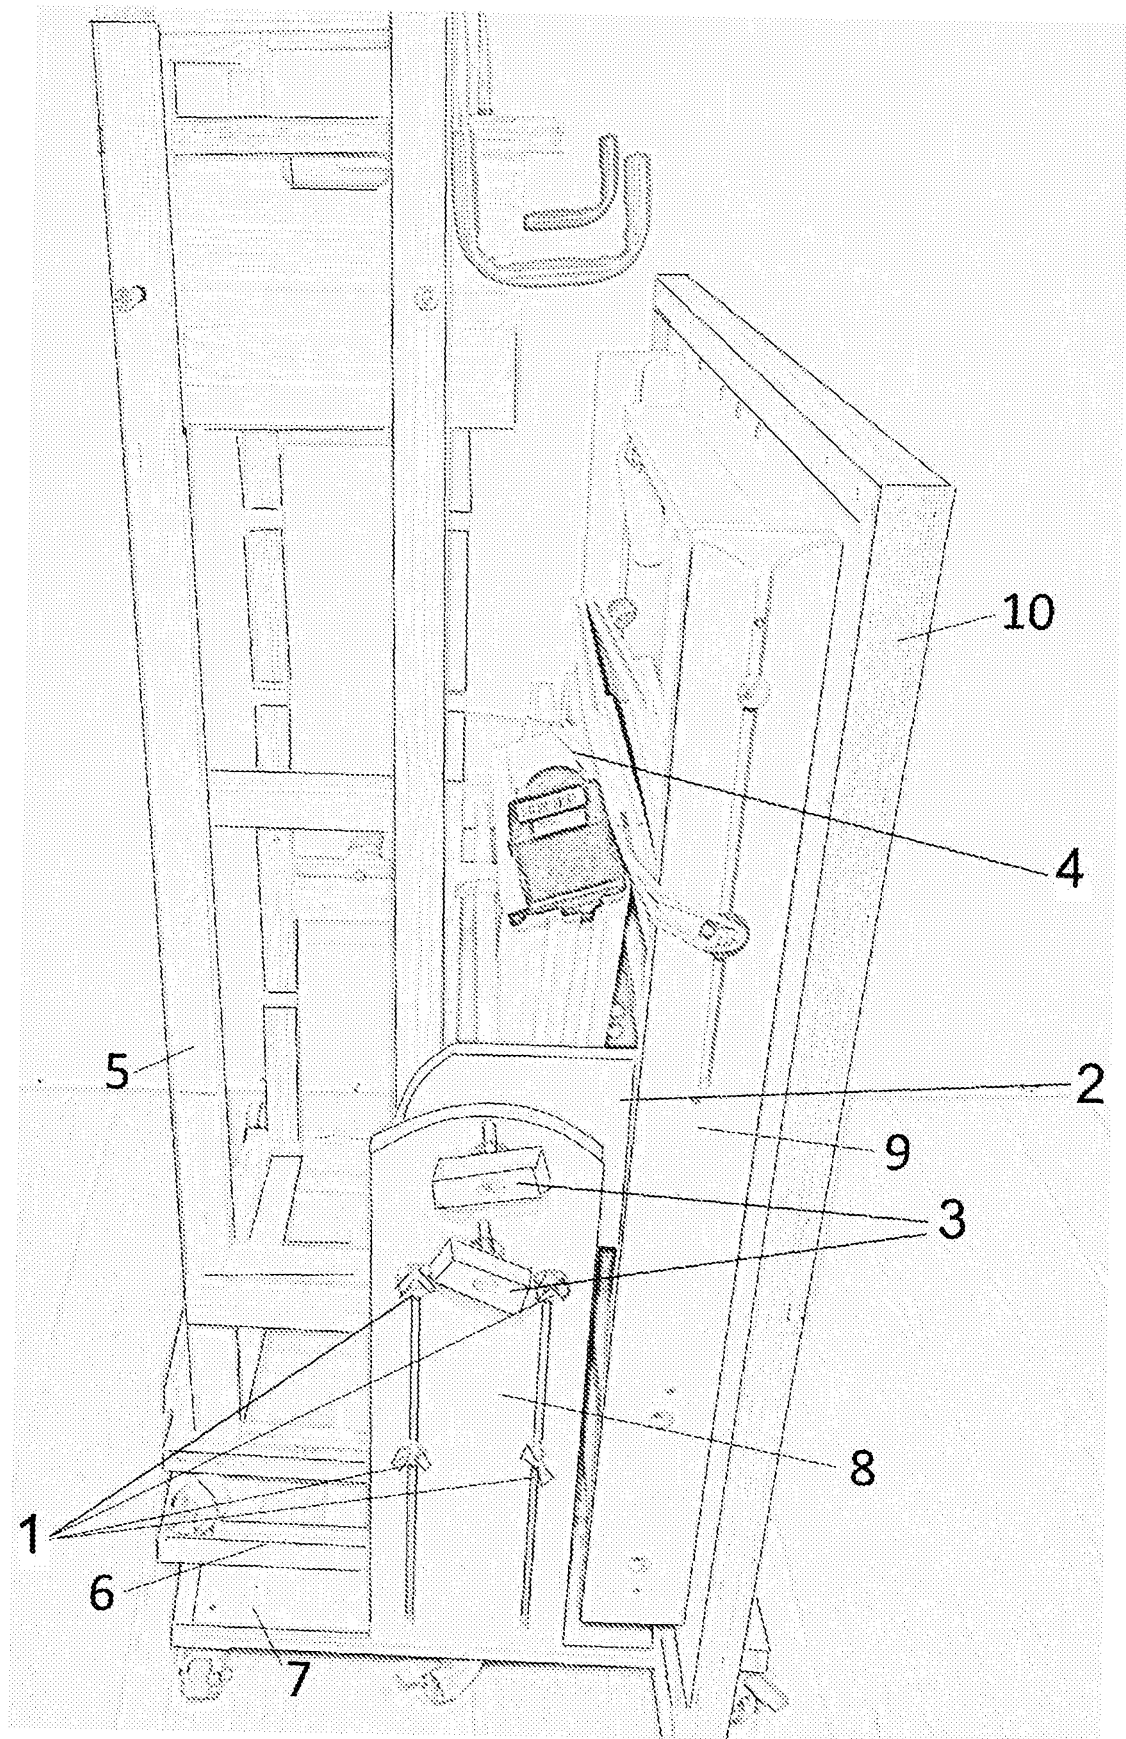

Fig 2: Seitenansicht mobile Station mit leerer abnehmbarer Regaleinheit und hochgeklappter Arbeitsplatte
- Mobiles Gestell (Fig1, Fig2)
- Höhenverstellbare, klappbare Arbeitstischplatte mit einem durchlaufenden gleichmäßigen Rahmen unterhalb der Tischplatte und einer Öffnung für mit Werkzeugen bestückten Einsatzplatten, Führungsschiene und mehrere in die Arbeitsplatte eingebrachte Innengewinde zur Befestigung von Federbrettern udgl.(Fig2, Fig3)
- Abnehmbare Regaleinheit, dient als Aufbewahrungsort für die Arbeitsmittel und das wesentliche Zubehör (Fig1, Fig2, Fig4, Fig5, Fig6)
- Abnehmbare mobile Plattform für die Regaleinheit (Fig1, Fig2, Fig4, Fig5, Fig6)
Fig 2:1 Höhenverstellung Tischfuß unteres Drehachselement mit dem mobilen Gestell verbundener Tischfüßelement 8, 2 Tischfuß oberes Drehachselement mit der Tischplatte verbunden und über einen kugelgelagerten Drehteller mit dem unteren Tischfuß Drehachselement (8) verbunden, 3 Fixierschrauben um bei aufgeklapptem Arbeitstisch unteres und oberes Tischfuß Drehachselement miteinander zu fixieren, 4 Elemente für die Staubfangbox wird bei hochgeklappter Tischplatte auf der mobilen Plattform verstaute, 5 abnehmbare Regaleinheit, 6 abnehmbare mobile Plattform für die Regaleinheit, 7 mobiles Gestell, 8 unteren Tischfuß Drehachselement, 9 Tischplatten Rahmenelement fix verbunden mit oberem Tischfuß Drehachselement (2), hochgeklappte Tischplatte